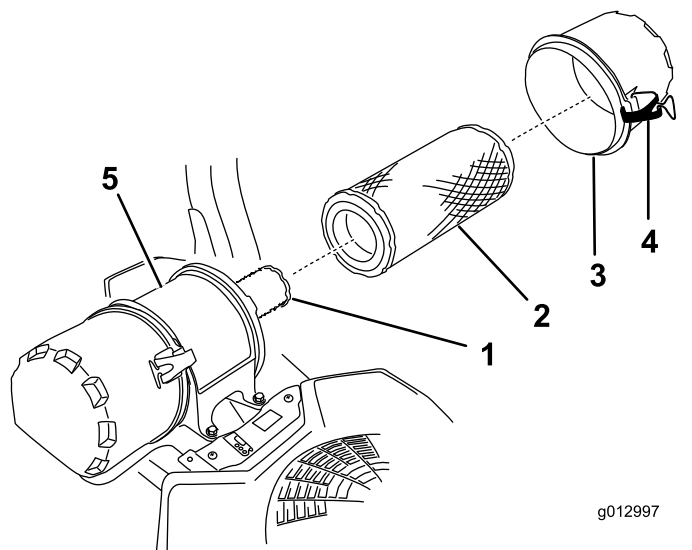

Figura 47
6. Abra los cierres del limpiador de aire y tire de la tapa de la entrada de aire para separarla del cuerpo del limpiador de aire (Figura 47).
8. Extraiga con cuidado el filtro primario de la carcasa del limpiador de aire (Figura 47).
2. Si va a cambiar el filtro interno, deslícelo cuidadosamente en el cuerpo del filtro (Figura 47).
3. Deslice cuidadosamente el filtro primario por encima del filtro interno (Figura 47).
4. Instale la tapa del limpiador de aire y fije los cierres (Figura 47).